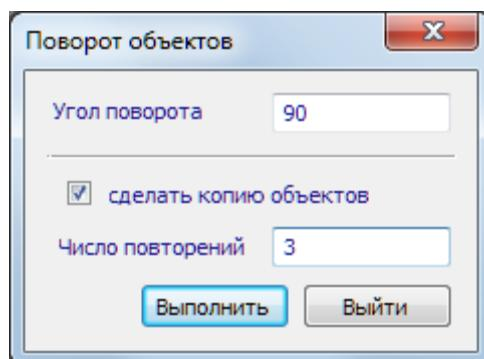

Рис.2.4. Диалоговое окно **Поворот объектов**
- В диалоговом окне задайте следующие данные (рис.2.4):